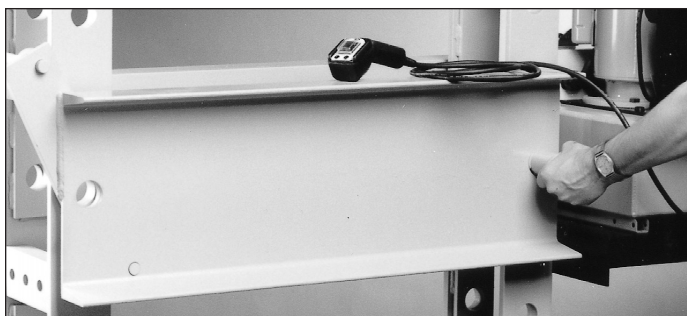

Figura 8
8. Tuerza y tire para extraer el pasador de banco restante. Consulte la Figura 8.